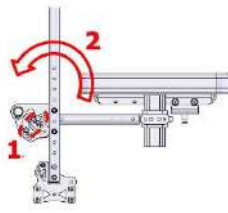
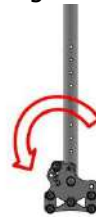

Figura 5-62
Figura 5-63
- Con el objetivo de mantener la almohadilla del reposabrazos nivelado horizontalmente, los ajustes del reposabrazos se harán conjuntamente con los del ángulo del respaldo como muestran las tablas 5-1 y 5-2. (Figura 5-62). Para ajustar el reposabrazos en ángulo, use una llave Allen número 4 para aflojar los tornillos que fijan la placa ajustable (Figura 5-63).